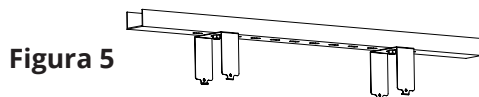

Figura 5
- Paso 1.** Monte el soporte en el riel o en el techo; (Figura 5)